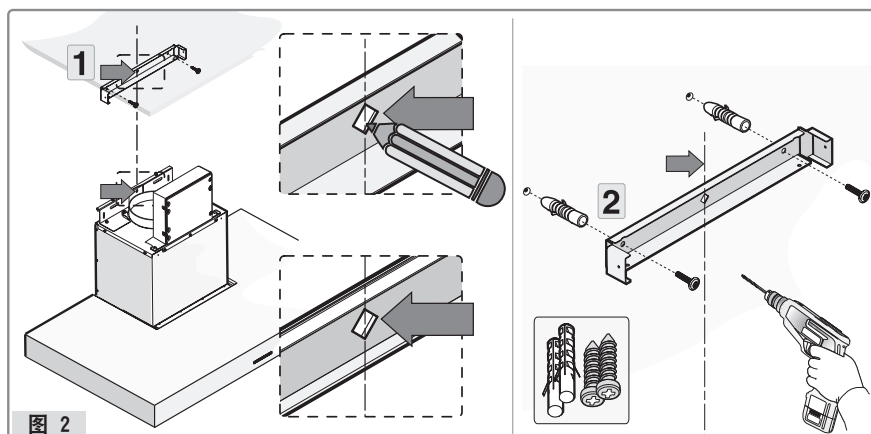

图 2
- 参照图 A 中的规格放置支架，用随附螺丝和插栓（图 2）固定支架。